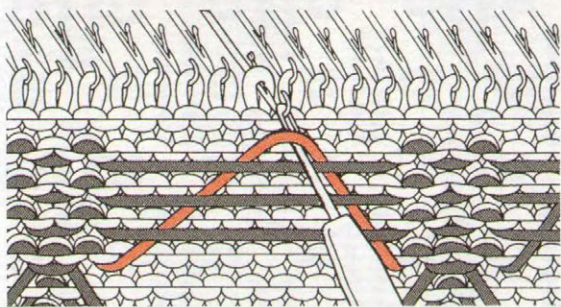

рис. 18
3. Постепенный прямой подъем по одной протяжке (рис. 18):